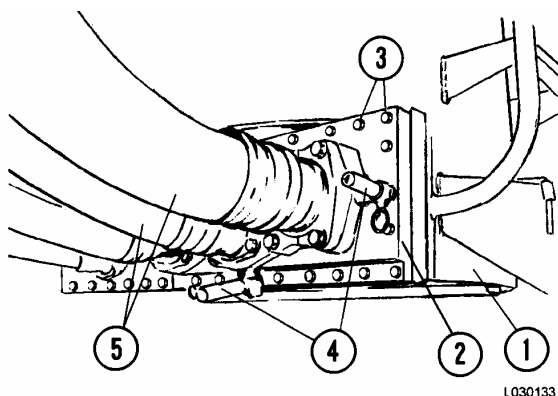

FIGURA 3-19. DESMONTAJE DEL COLADOR
3. Desconecte las mangueras de succión de la bomba (5, Figura 3-19).
4. Saque los pernos y golillas de seguridad (3) que aseguran la cubierta (2) al estanque hidráulico. Saque y deseche la empaquetadura.
2. Utilizando una empaquetadura de cubierta nueva lleve la cubierta (2, Figura 3-19) a su lugar e instale los pernos y golillas de seguridad (3). Apriete los pernos con torque estándar.
4. Llene el estanque hidráulico; consulte Instrucciones de Llenado. Abra ambas válvulas de corte de la línea de succión (4).